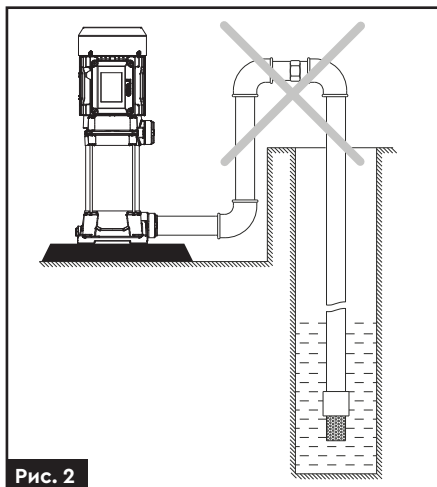

Рис. 2
- › На вхідному трубопроводі має бути якомога менше вигинів для безперешкодного проходження води у вхідний отвір насоса (рис. 2).